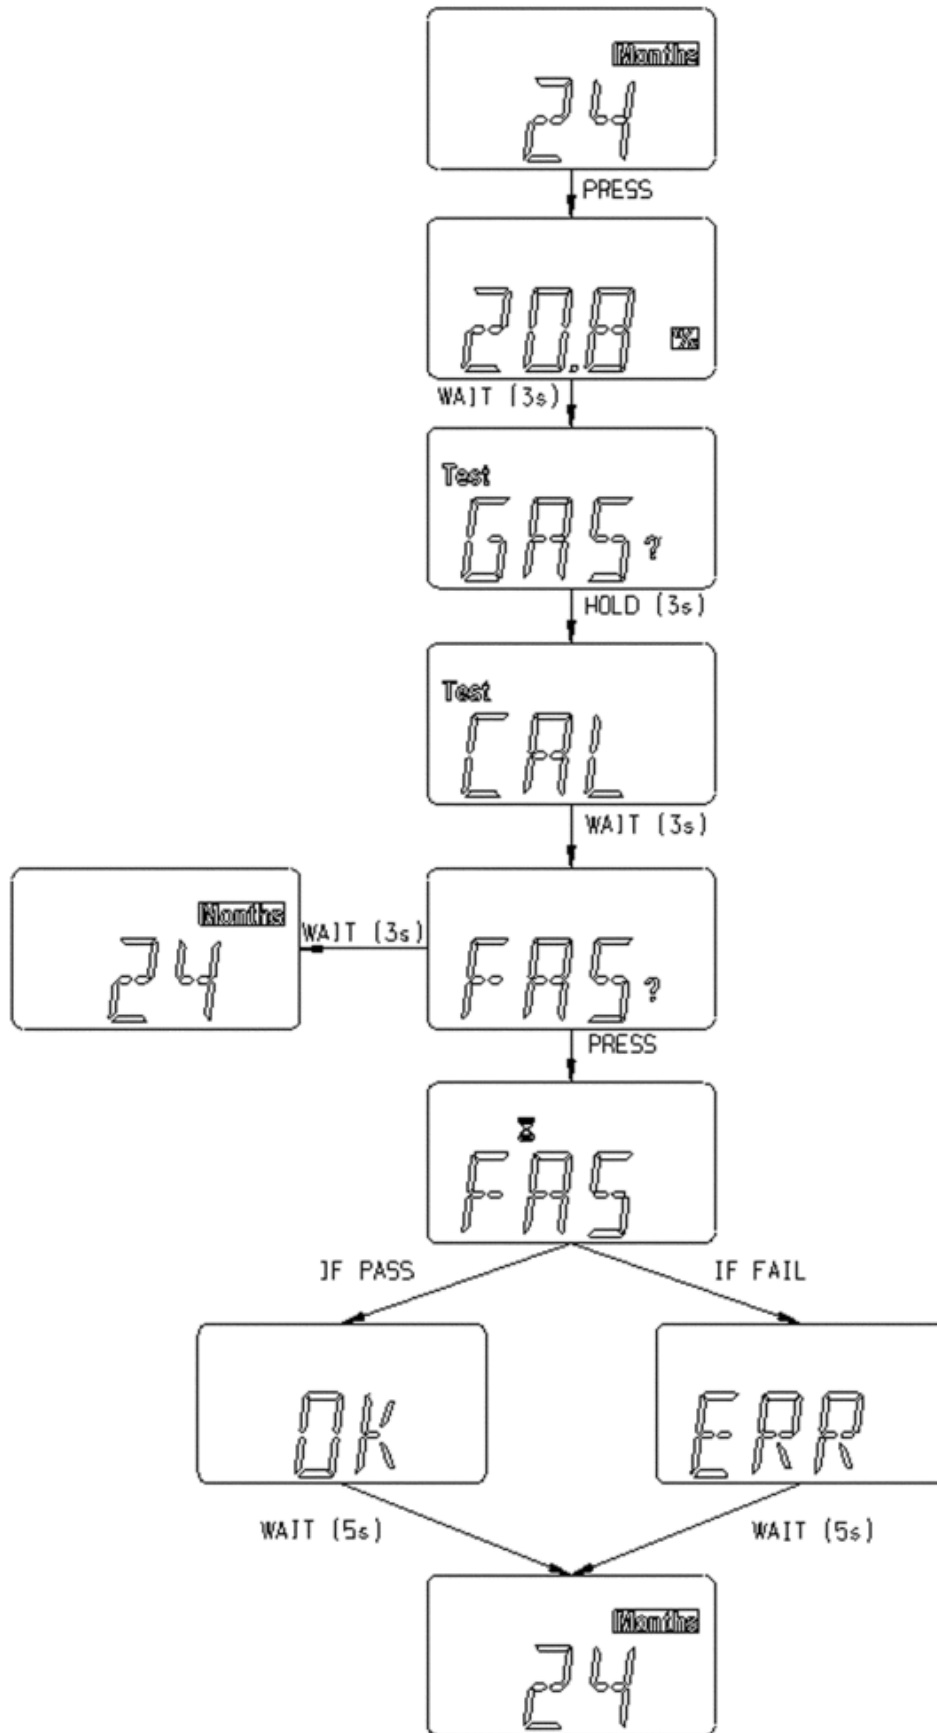

Figure 9 Logigramme de calibrage (oxygène)
- Voir Figure 9 pour plus de détails.